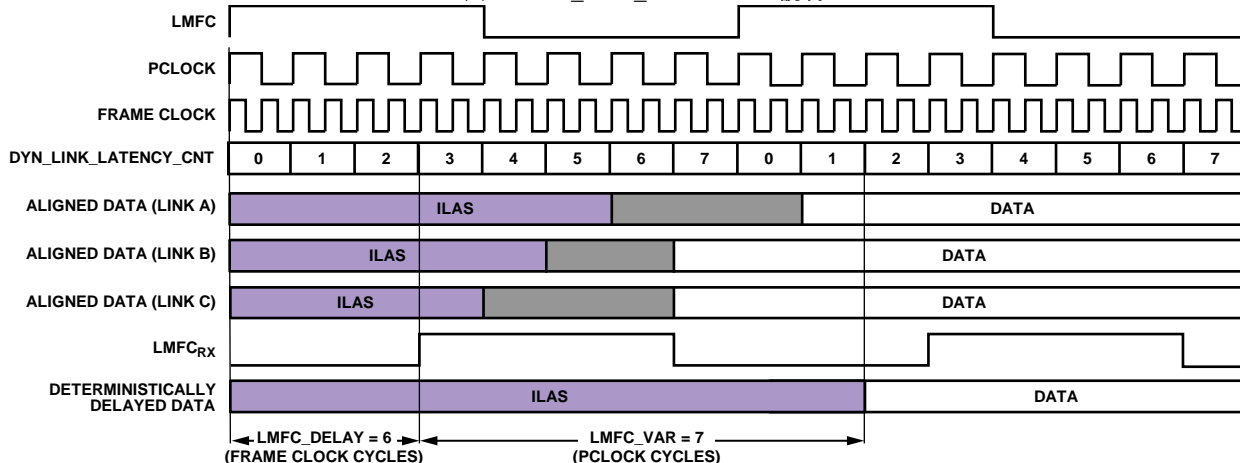

図 50. マルチリンク同期の設定、計算方法の例
図 50 に、DYN_LINK_LATENCY_x (レジスタ 0x302 とレジスタ 0x303)が LMFC_{RX} と、ILAS から最初のデータ・サンプルへの変化との間の遅延 (PClock サイクル数)を示すリードバック値を得る方法を示します。電源サイクルを繰り返してこの測定を行うことにより、各電源サイクルで求められた最小遅延と最大遅延を求めて、LMFCVar と LMFCDel の計算に使用することができます。
図 50 に示す例は、既知の遅延情報がない場合のセクションで説明した手順に従い、次のステップで行います。この例は Subclass 1 でデータミニスティック・レイテンシを実現するもので、PClockFactor (FrameClockRate/PClkRate)=2 と、K=16 を使用しており、したがって PClocksPerMF = 8 であることに注意してください。
1. 図 50 で、リンク A、リンク B、リンク C に対して、AD9144 (トランスミッタを含む)を内蔵するシステムが電源サイクルを繰り返し、20 回設定されます。AD9144 は、デバイスのセットアップ・ガイドの説明のように設定されます。このポイントで LMFCDel と LMFCVar を求めます。LMFCDel には 0 が設定され、DYN_LINK_LATENCY_x は、Link 0 と Link 1 のそれぞれレジスタ 0x302 とレジスタ 0x303 から読出されます。20 回の動作でのリンク遅延の変動を図 50 に灰色で示します。